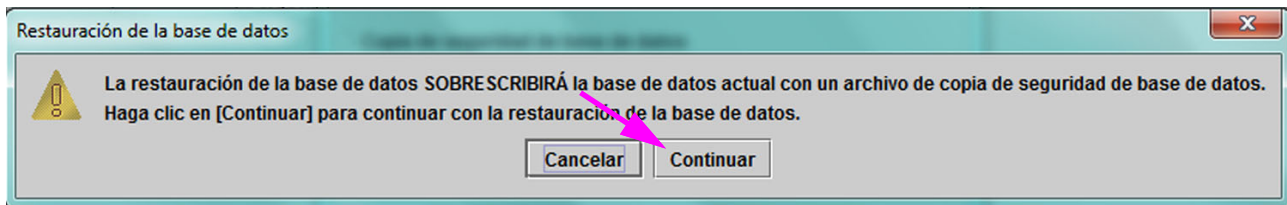

Figura 5-81. Cuadro de diálogo de confirmación Restauración de la base de datos
8. Aparece el cuadro de diálogo de confirmación Restauración de la base de datos. Consulte la figura 5-81.